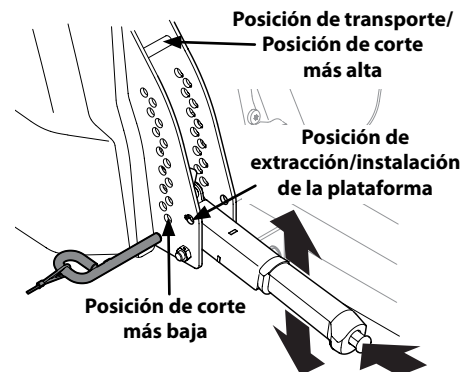

Figura 4-10
- a. Usando la manija de elevación de la plataforma, levante la plataforma a la posición que le ofrece mayor recorrido horizontal de la correa entre las poleas locas de la plataforma y la polea de la PTO en la base del motor. Vea la Figura 4-10.
- d. Baje la plataforma hasta la posición de extracción/instalación usando la manija de elevación de la plataforma. Vea la Figura 4-10.
- e. Baje la plataforma hasta la posición de extracción/instalación usando la manija de elevación de la plataforma. Vea la Figura 4-10.
1. Coloque la manija de elevación de la plataforma en la posición de corte más elevada. Vea la Figura 4-10.